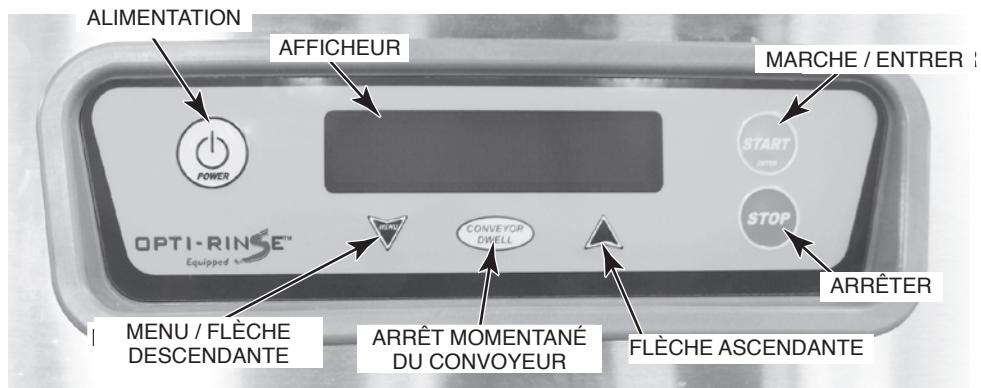

Fig. 28
Le poste de commande est monté sur le dessus de l'appareil. Le clavier et l'afficheur sont situés à l'avant du poste de commande (Fig. 28).
Fermer toutes les portes. Pour démarrer le remplissage quand l'appareil est prêt, appuyer sur la touche ALIMENTATION [POWER] (Fig. 28).
5. Appuyer sur la touche ALIMENTATION [POWER] (Fig. 28). Le lave-vaisselle se remplit automatiquement (voir Remplissage du lave-vaisselle ci-haut). Une fois la cuve remplie, le brûleur s'allume si le chauffage est requis. Le système d'allumage prévoit une période de prépurge de 15 secondes avant d'effectuer l'allumage.
6. Si l'appareil ne fonctionne pas, appuyer sur la touche ALIMENTATION [POWER] (Fig. 28) et fermer le robinet du gaz. Communiquer avec le Service de l'entretien Hobart le plus près ou avec le fournisseur de gaz.
Lorsque le lave-vaisselle est rempli, faire démarrer les pompes en appuyant sur la touche MARCHE/SAISIR [START/ENTER] (Fig. 28) ou en insérant un panier dans l'appareil.
Le dispositif d'arrêt momentané du convoyeur (standard) permet à l'utilisateur d'immobiliser le convoyeur de façon à laver plus longtemps la vaisselle très souillée. Lorsque le panier atteint la zone de lavage, appuyer sur la touche ARRÊT MOMENTANÉ DU CONVOYEUR [CONVEYOR DWELL] sur le clavier (Fig. 28) pour arrêter le convoyeur momentanément. Pour le redémarrer, appuyer sur la touche MARCHE /SAISIR ou de nouveau sur ARRÊT MOMENTANÉ DU CONVOYEUR
Un mécanisme contre les surcharges permet l'arrêt du moteur du convoyeur en cas de blocage des paniers ou de charges excessives et l'afficheur indique 'Dégager le convoyeur'. Ouvrir les portes et dégager le blocage puis refermer les portes et appuyer sur la touche MARCHE / SAISIR pour remettre l'appareil en marche (Fig. 28).
Quand le lave-vaisselle fonctionne, toutes les températures apparaissent sur l'afficheur (Fig. 28). L'afficheur indique - - - pour la température de rinçage jusqu'à ce qu'un panier soit dans la zone de rinçage; alors la température de rinçage est affichée. Une fois la vaisselle sortie de la zone de rinçage, l'affichage de la température de rinçage final revient à - - -.
Conçue pour économiser l'électricité, la minuterie entame un compte à rebours si aucun panier n'est introduit dans le lave-vaisselle, qui, une fois terminé, entraîne l'arrêt des moteurs des pompes et du convoyeur. Le chauffage se poursuit dans les cuves et les températures sont affichées à l'écran. Pour reprendre le fonctionnement normal du lave-vaisselle, y insérer un panier ou appuyer sur la touche MARCHE / SAISIR (Fig. 28).
À la suite d'une période d'inactivité de l'appareil, les commandes entrent en mode Éconergie (MEE) : Tous les composants du lave-vaisselle s'éteignent et l'afficheur s'assombrit et indique 'Éconergie activée / Appuyer sur ARRÊT pour sortir'. Pour sortir du mode Éconergie, appuyer sur la touche ARRÊT (Fig. 28). Vous pouvez appuyer sur la touche ALIMENTATION pour éteindre complètement l'appareil. La période d'inactivité qui précède le mode Éconergie est préréglée à 2 heures en usine et peut être réglée entre 1 et 6 heures à l'aide du menu Paramètres (voir page 34).
**Directives de détartrage :** Suivre les directives figurant sur le contenant de produit de détartrage. Mettre le lave-vaisselle sous tension et faire fonctionner les pompes pendant le détartrage. Il n'est pas nécessaire de faire fonctionner le convoyeur. Arrêter le moteur du convoyeur et le convoyeur en appuyant sur la touche ARRÊT MOMENTANNÉ DU CONVOYEUR (Fig. 28).